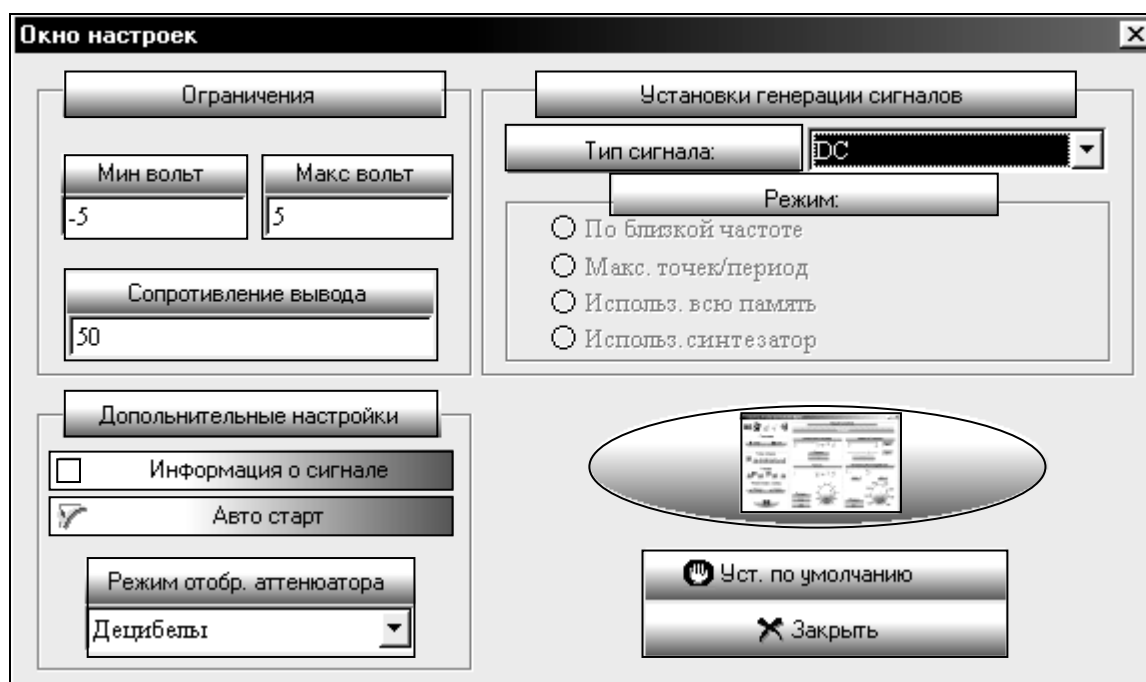

Рис. 7. 12
3) Окно настроек. Открывает окно (Рис. 7. ):